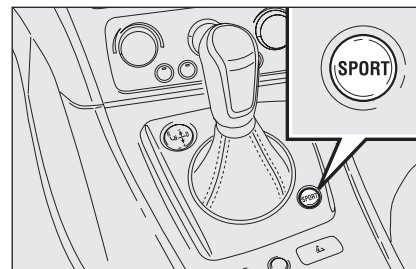

fig. 6
In qualunque modalità in cui si trovi il cambio è possibile utilizzare la logica **SPORT/NORMAL (S)**: per inserire tale funzione premere il pulsante **SPORT (fig. 6)** ubicato sulla mostrina del cambio.
La logica **Sport/Normal (S)** è inseribile premendo il pulsante **SPORT** (fig. 6) qualunque sia la modalità di funzionamento selezionata.